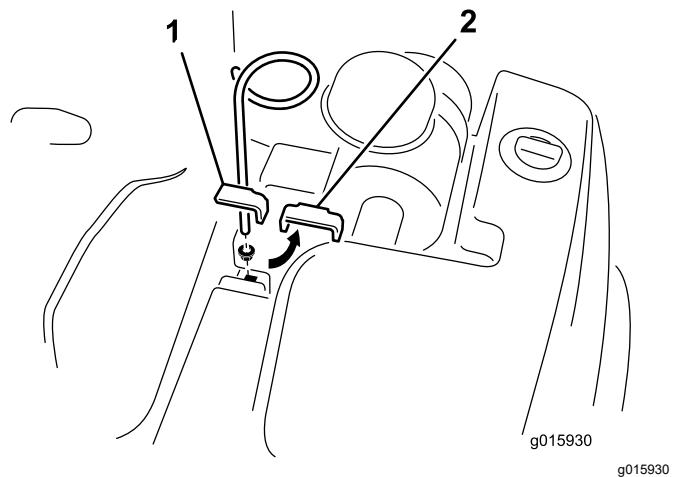

Figure 6
- Retirez le boulon, la rondelle et l'écrou qui fixent l'attache supérieure du réservoir hydraulique au cadre (Figure 6).
Remarque: Positionnez le guide-flexible comme illustré à la Figure 6.